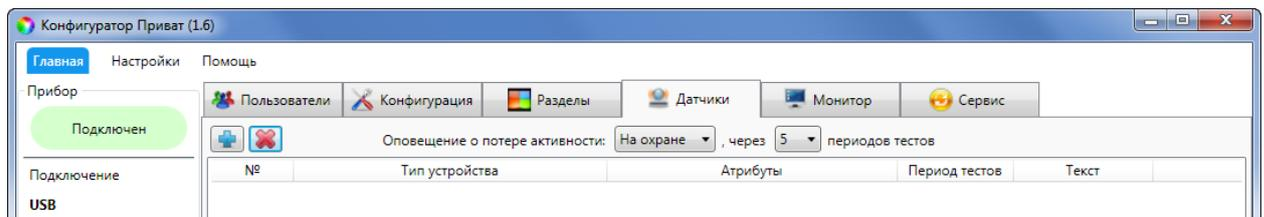

Рис. 5.20. Вкладка *Датчики*
1. На вкладке *Датчики* нажмите кнопку  (Рис. 5.20).